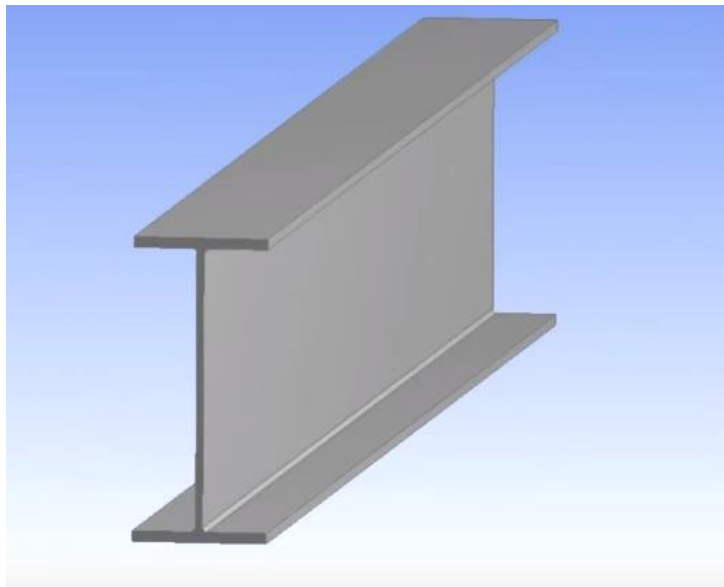

Рис. 1. Загальний вигляд балки
**Мета роботи:** Знайомство з середовищем *Ansys Workbench* та набуття практичних навичок побудови геометричної моделі балки, загальний вигляд якої наведений на рис. 1.